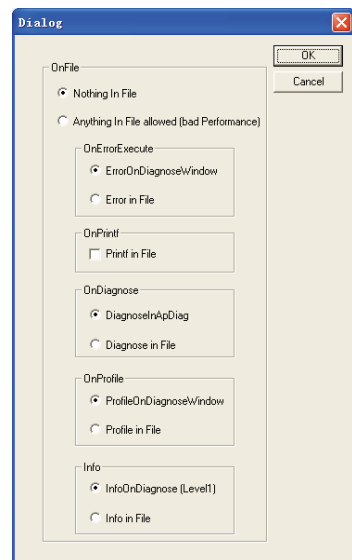

图 13-17 “存档 (OnFile)”对话框
② 存档。如图 13-17 所示，对话框“存档 (OnFile)”可用于将诊断信息（如 OnErrorExecute、printf）转换到文本文件中。所有设置均存储在注册表中，从而可在重新启动后仍然保留。